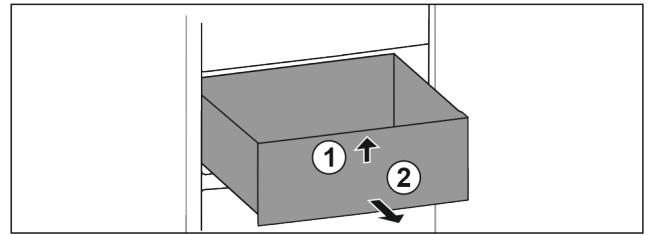

Fig. 23
- ▶ Vorne anheben Fig. 23 (1).
- ▶ Nach vorne entnehmen Fig. 23 (2).